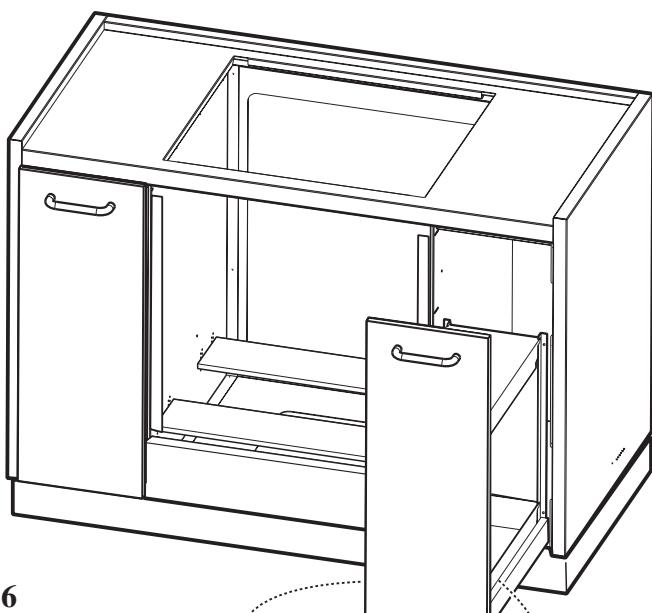

Afb. 4
- c. Herhaal dezelfde handelingen a, b. **Afb. 4**